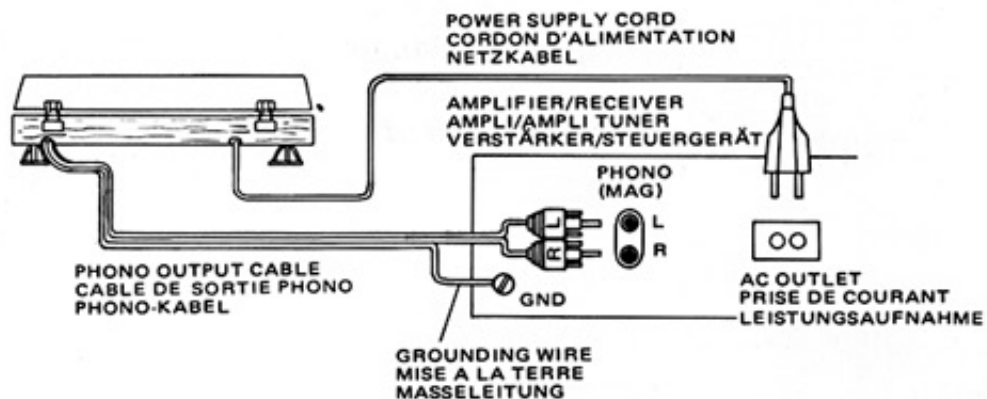

Fig. 4
1. Connect the RED plug of the turntable to the right or "R" channel of your pre-amplifier, amplifier or receiver. Connect the WHITE plug to the left or "L" channel (Figure 4).
1. Schließen Sie das Kabel mit dem ROTEN Cinch-Stecker an den rechten Phono-Kanal Ihres Verstärkers, Vorverstärkers oder Receivers an. Verbinden Sie das Kabel mit dem WEISSEN Stecker an den linken Kanal an (Abb. 4).